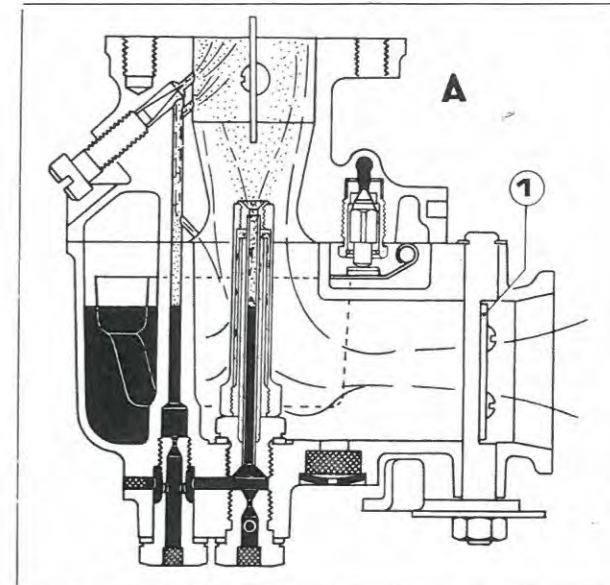

Fig. 35
A - Au démarrage à froid le papillon starter (1) est fermé pour limiter l'afflux d'air et mettre en dépression le conduit d'aspiration afin d'obtenir un mélange suffisament riche (Fig. 35).
A - Cold starting: choke valve (1) is closed to reduce air flow; depression created in the inlet duct causes a very rich mixture to be supplied to the engine (Fig. 35).
A - Beim Anlassen des kalten Motors muß die Starterklappe (1) geschlossen bleiben, um die Luftzufuhr einzuschränken und um in der Mischkammer einen größeren Unterdruck zu erzeugen. Auf diese Weise wird ein für das Anlassen genügend fettes Gemisch gebildet (Abb.35).